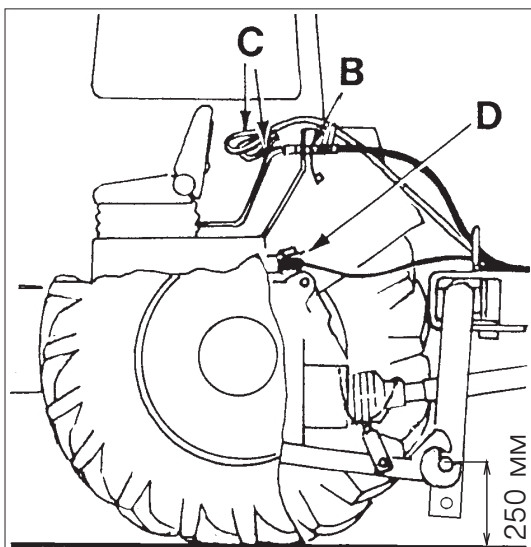

Рисунок 3-4
- Подсоединить гидравлику (B). Подсоединить шланг к прибору управления простого действия. (Рисунок 3-4)